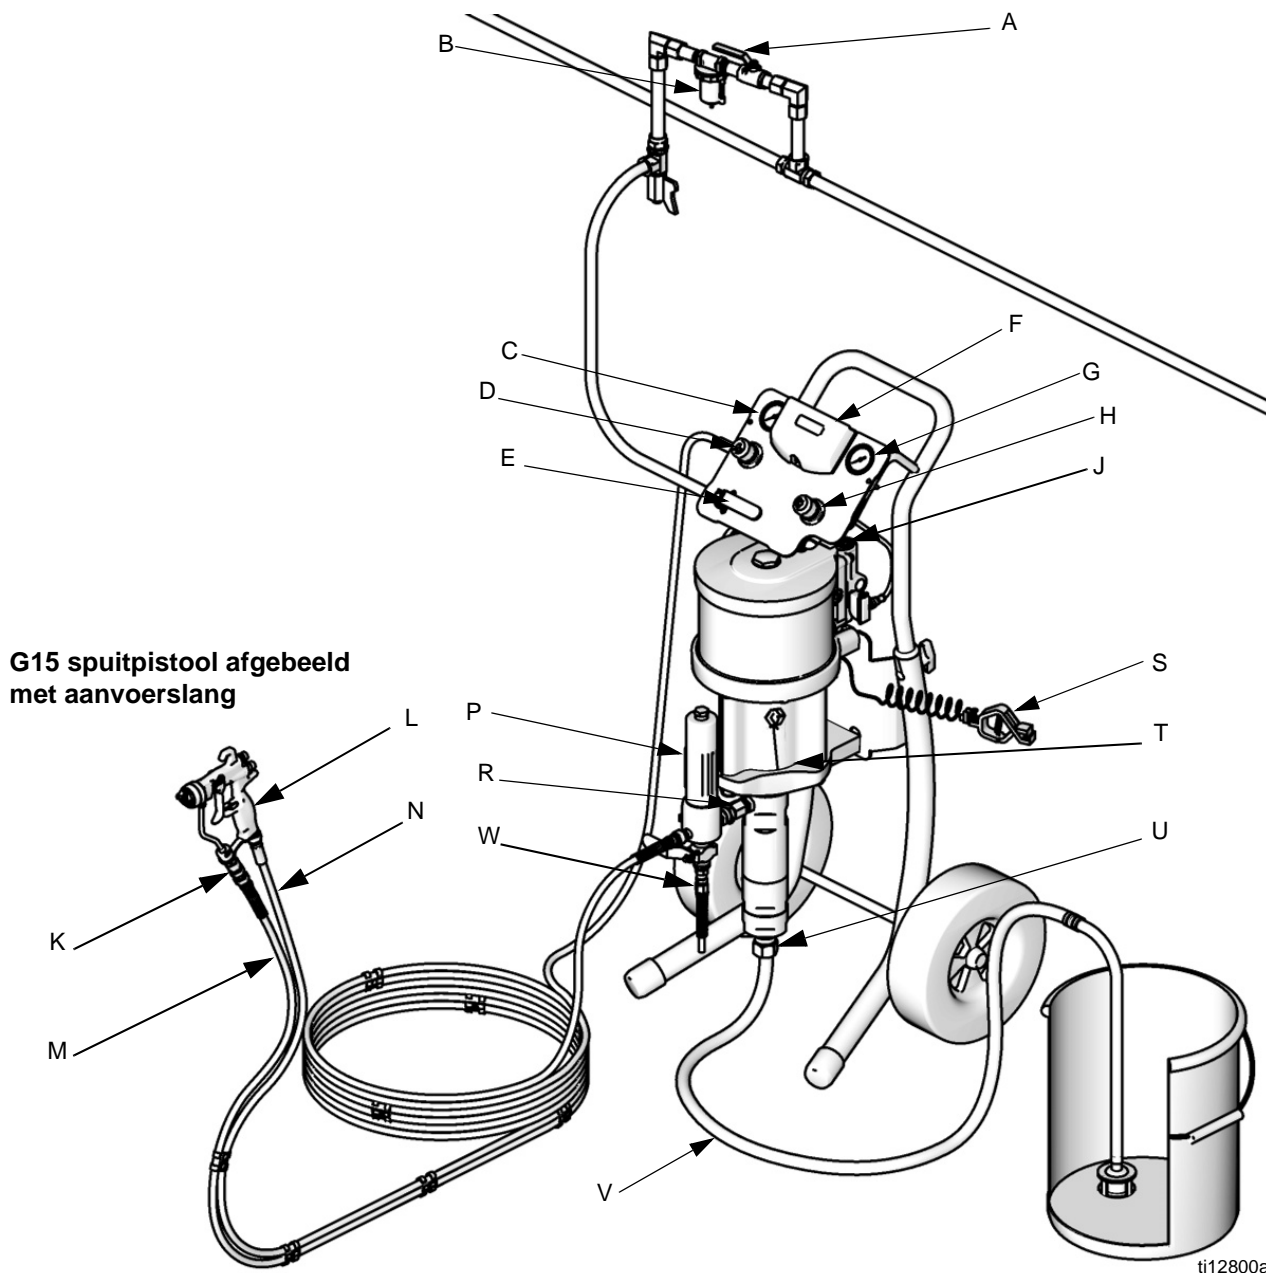

FIG. 1. Typische installatie (het kan gebeuren dat uw pakket niet over alle afgebeelde items beschikt.)
FIG. 1 is slechts een voorbeeld om te helpen bij het kiezen en installeren van componenten en toebehoren. Neem contact op met uw Graco-leverancier voor hulp bij het ontwerp van een systeem dat precies is ontworpen voor uw specifieke behoeften.
Zie FIG. 1. **De onderdelen kunnen per besteld pakket variëren.** Zie de tabellen op pagina 7 tot 15. Uw pakket kan de volgende onderdelen bevatten:
Installeer de volgende hulpstukken in de volgorde die wordt weergegeven in FIG. 1 en gebruik indien nodig adapters.
1. Zie FIG. 1. Maak het uiteinde van de blauwe vloeistofslang (M) vast aan de pompuitlaat (R) of filteruitlaat (P).
2. Sluit het ene eind van de luchtslang (N) aan op de luchtregeling van het pistool (D).
3. Sluit het andere eind van de luchtslang (N) aan op de luchtinlaat op de voet van het pistool (L).
4. Zet de pistoolwartel (K) op de materiaal-inlaat van het pistool.
5. Sluit het andere uiteinde van de blauwe vloeistofslang (M) aan op de pistoolwartel (K).
2. Zie FIG. 1. Sluit de zelfontlastende hoofd luchtklep (D).
1. Zie FIG. 1. Vergrendel de trekker van het pistool. Haal de tipbeschermer en de spuittip van het pistool (L). Raadpleeg de handleiding bij het pistool.
2. Sluit de luchtregelaar van het pistool (D) en van de pomp (H) door de knoppen naar links te draaien, waardoor de druk tot nul wordt gereduceerd. Draai het zelfontlastende ontluichtingsventiel (E) dicht. Controleer ook of alle afvoerventielen zijn gesloten.
3. Sluit de luchtleiding aan op de zelfontlastende luchtkraan (D).
6. Houd het metalen gedeelte van het pistool (L) stevig tegen de zijkant van een gearde metalen emmer en houd de trekker ingedrukt.
8. Open het zelfontlastende luchtventiel (E). Draai de luchtregelaar (H) van de pomp langzaam naar rechts waarbij de druk verhoogd wordt tot de pomp start.